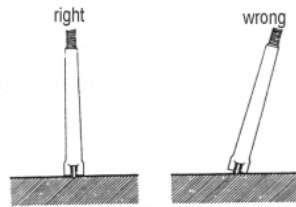

Fig. 8
- \* Cuando se está tomando la temperatura superficial, la parte superior de temperatura debería colocarse cerca con la superficie a medir (véase la Fig. 8).